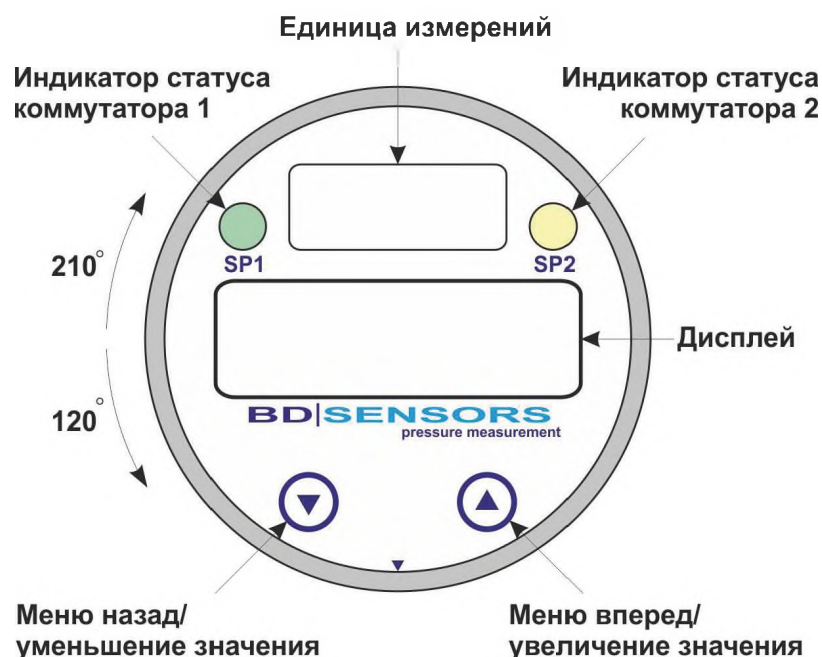

Рисунок 3.1 – Внешний вид панели индикации и управления прибора
3.2 Конструкция прибора предоставляет возможность вращать индикатор в одной плоскости на 330° , что позволяет подобрать необходимое положение для комфортного снятия показаний (рисунок 3.1).